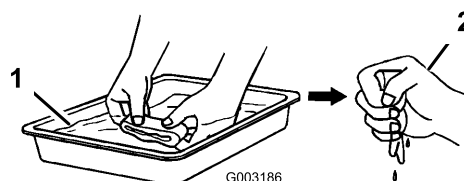

Figure 23
2. Trempez l'élément en mousse dans de l'huile moteur propre, puis essorez l'excédent d'huile (Figure 23). Le moteur fumera au démarrage si l'élément en mousse est trop imbibé d'huile.